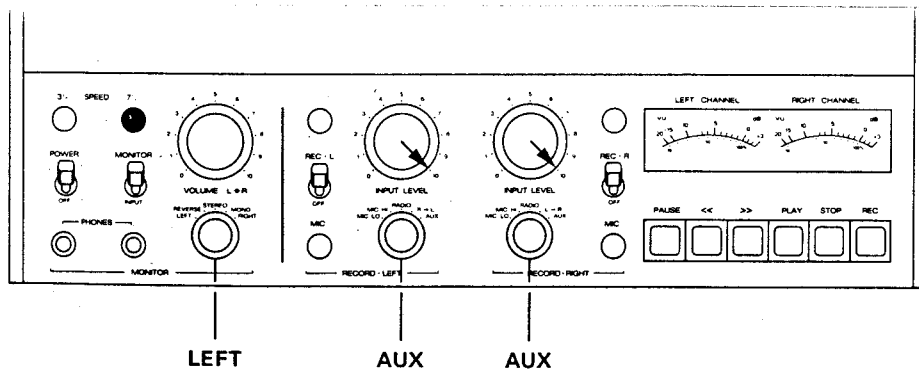

Fig. 6.5.-5
- Bedienungselemente nach Fig. 6.5.-5 einstellen.
- NF-Millivoltmeter an Ausgang (51) OUTPUT anschliessen.
- NF-Generator an Anschluss (48) AUX INPUT parallel anschliessen (1000 Hz, 0 VU + 6 dB).